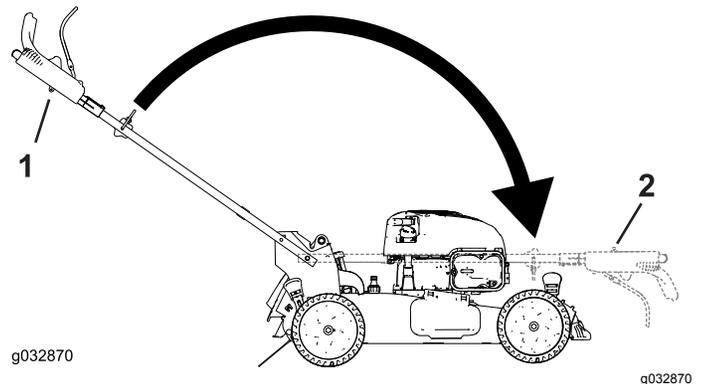

Figure 30
1. Bouton du guidon (2)
2. Boulon de carrosserie (2)
3. Repliez le guidon en le faisant pivoter en avant (Figure 30).